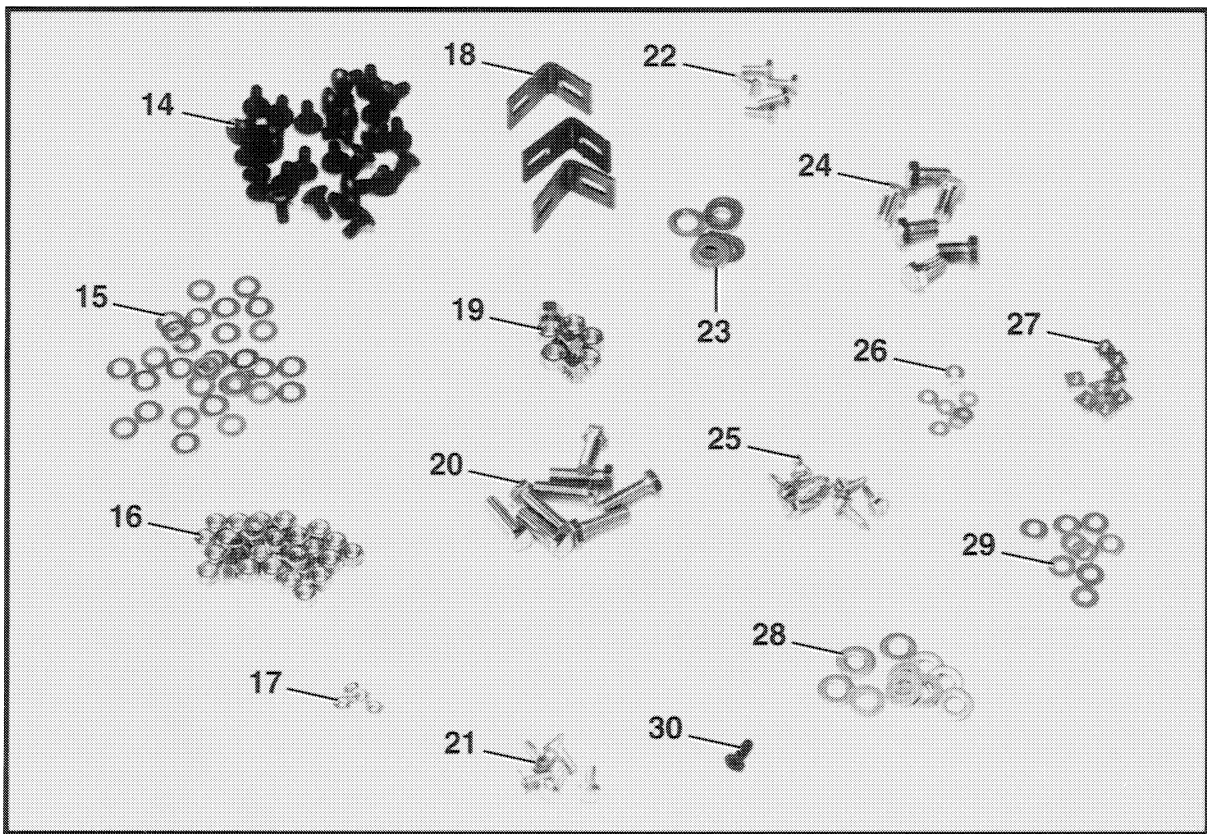
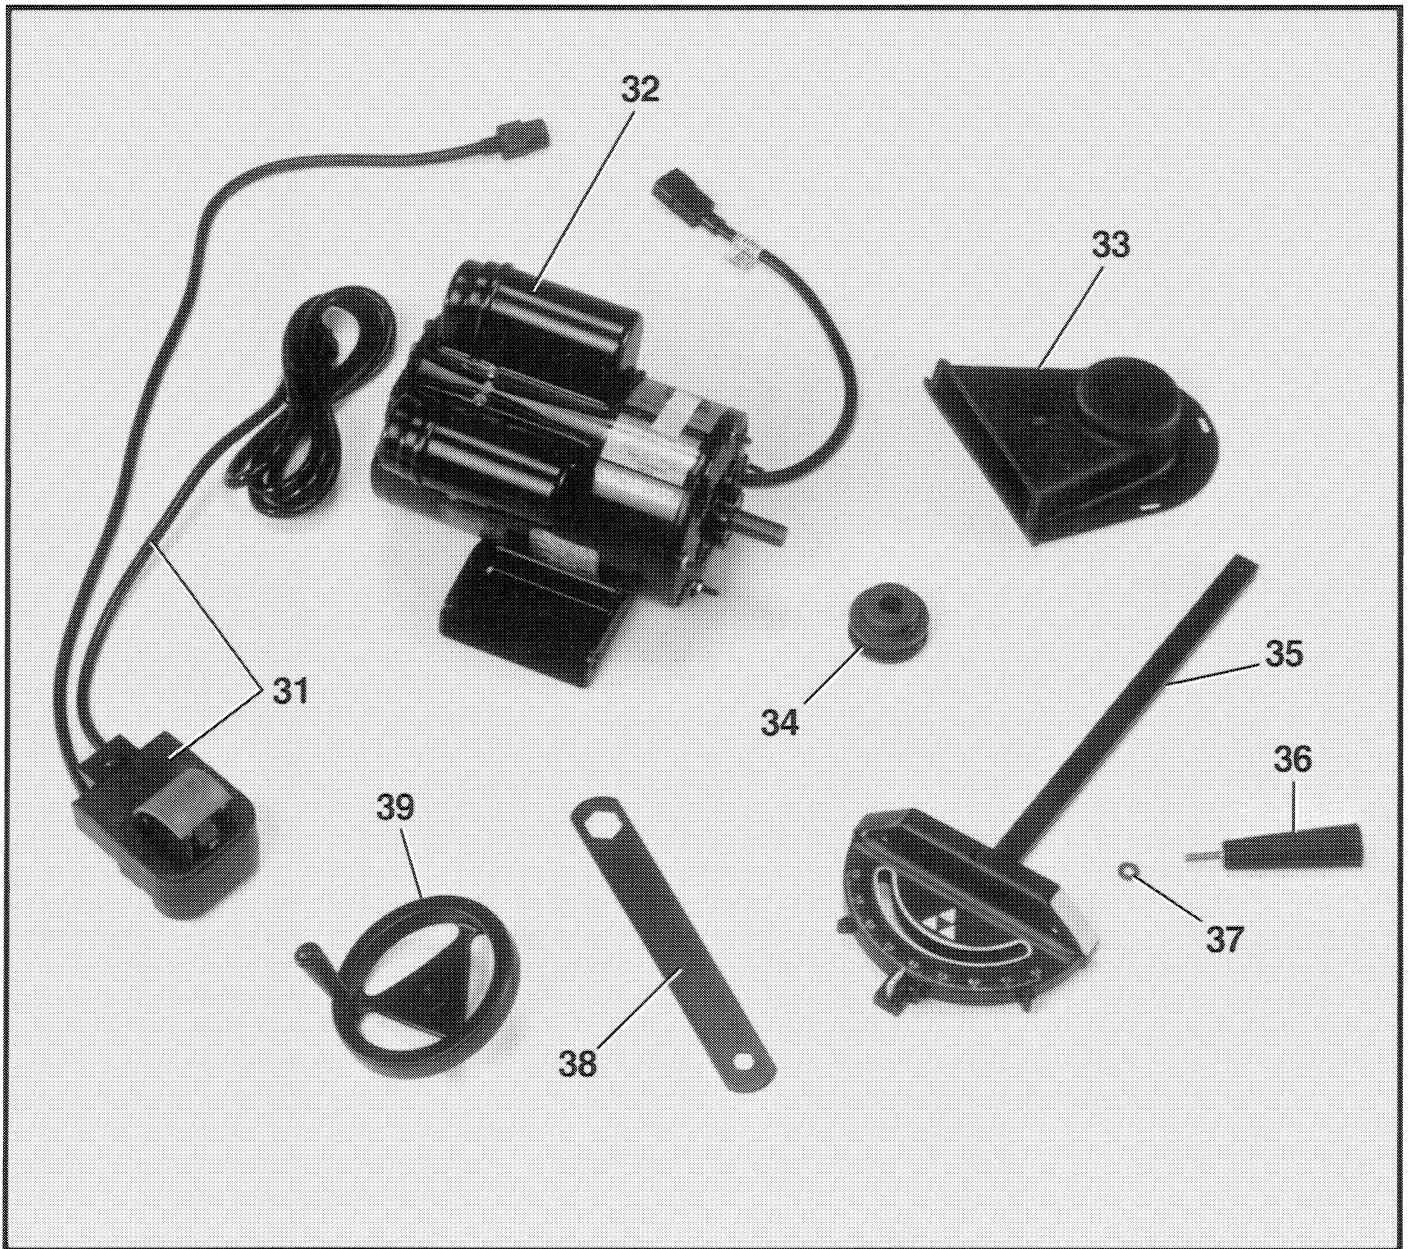

Fig. 4
Fig. 5
- \* no ilustrada en la Fig. 4. Ilustrada como artículo 37 en la Fig. 5.